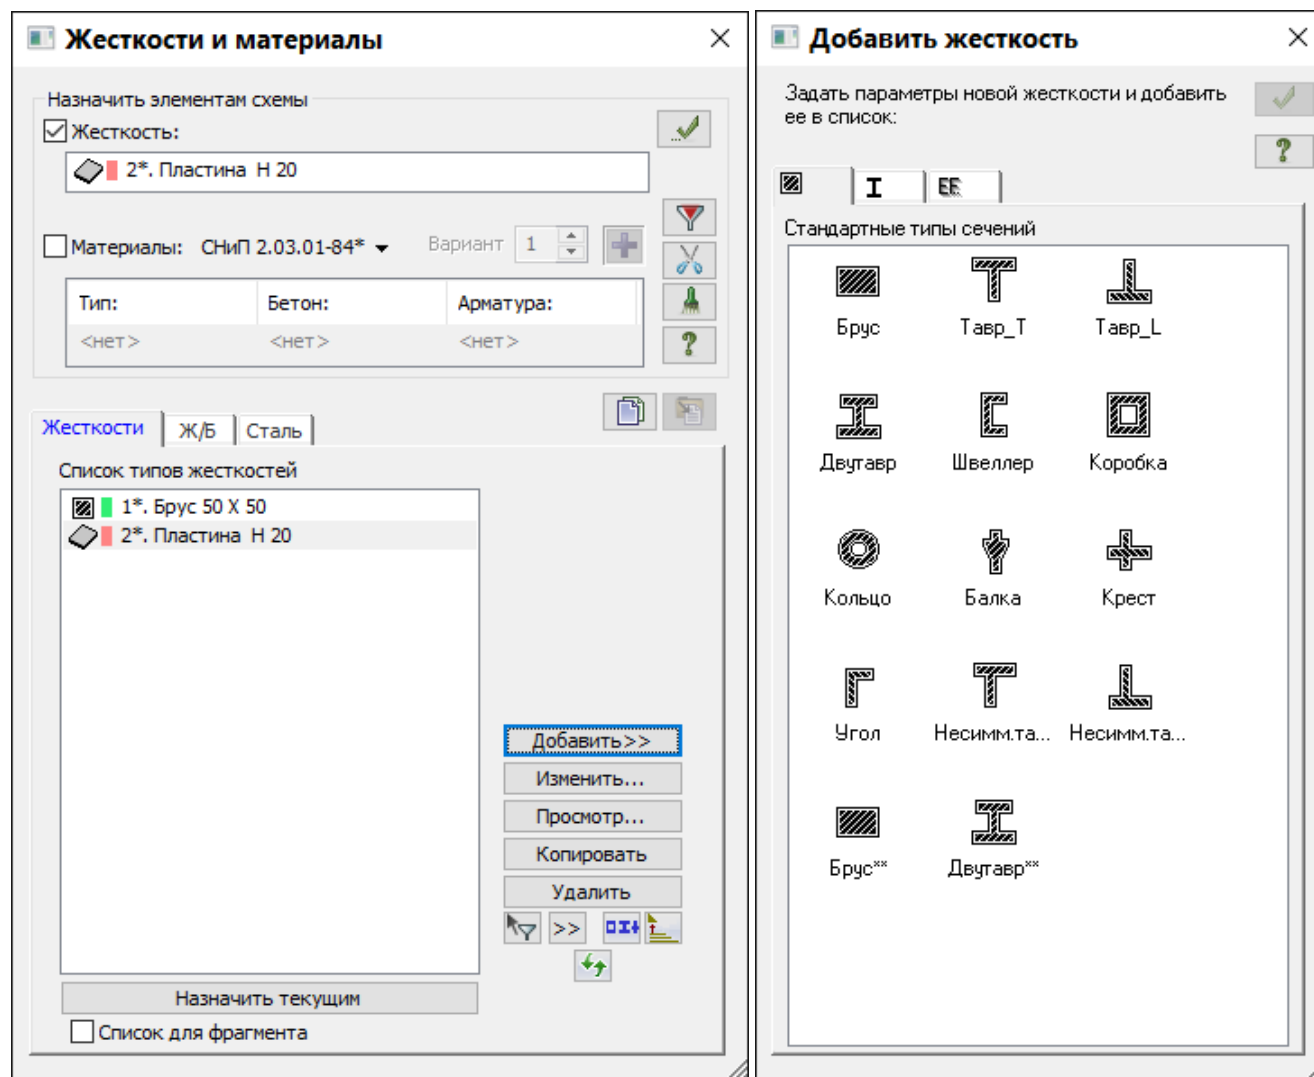

Рис.16.5. Диалоговые окна: а – Жесткости и материалы, б – Добавить жесткость
- Щелчком по кнопке  – **Жесткости и материалы** (панель **Жесткости и связи** на вкладке **Создание и редактирование**) вызовите диалоговое окно **Жесткости и материалы** (рис.16.5,а).
- В этом окне щелчком по кнопке **Добавить** вызовите диалоговое окно **Добавить жесткость**, для того чтобы вывести список стандартных типов сечений (рис.16.5,б).
- Щелчком по кнопке  – **Жесткости и материалы элементов** (панель **Жесткости и связи** на вкладке **Создание и редактирование**) вызовите диалоговое окно **Жесткости и материалы** (рис.16.5,а).